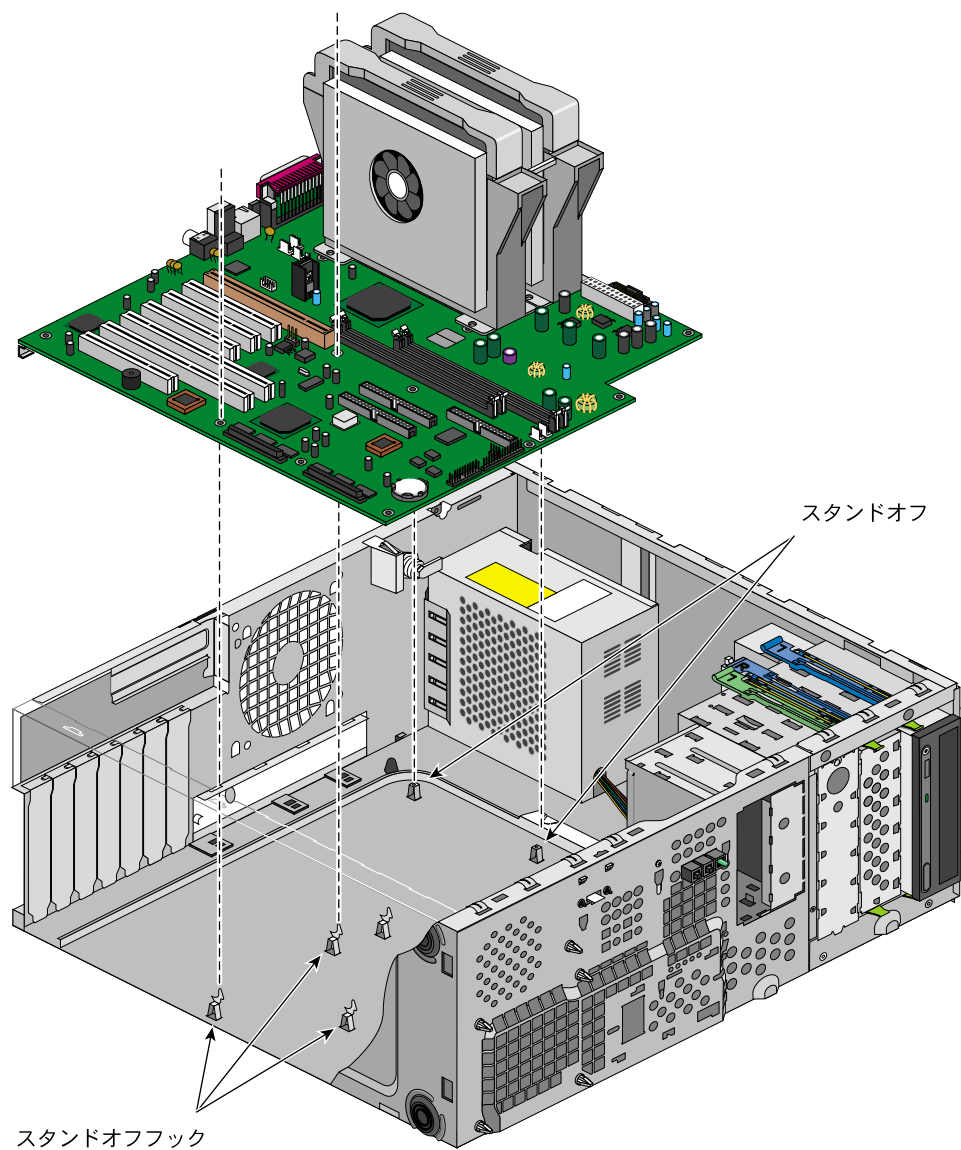

図 2-30 スタンドオフおよびスタンドオフフックへのシステムボードの取り付け
8. システムボードの上部にあるスタンドオフの 2 本のネジを外します。ネジの位置については 55 ページの図 2-30 を参照してください。
4. スタンドオフフックが対応する穴に入るように、システムボードを置きます。図2-30にその手順を図示します。